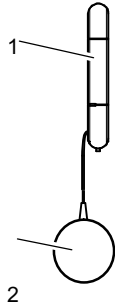

Abb. 1
6. Der Befestigungssockel wird mithilfe von doppelseitigem Klebeband oder zwei Schrauben fixiert. Beachten Sie den Abstand von max. 5 mm zum Tür-/Fenstermelder. Siehe Abb. 1.